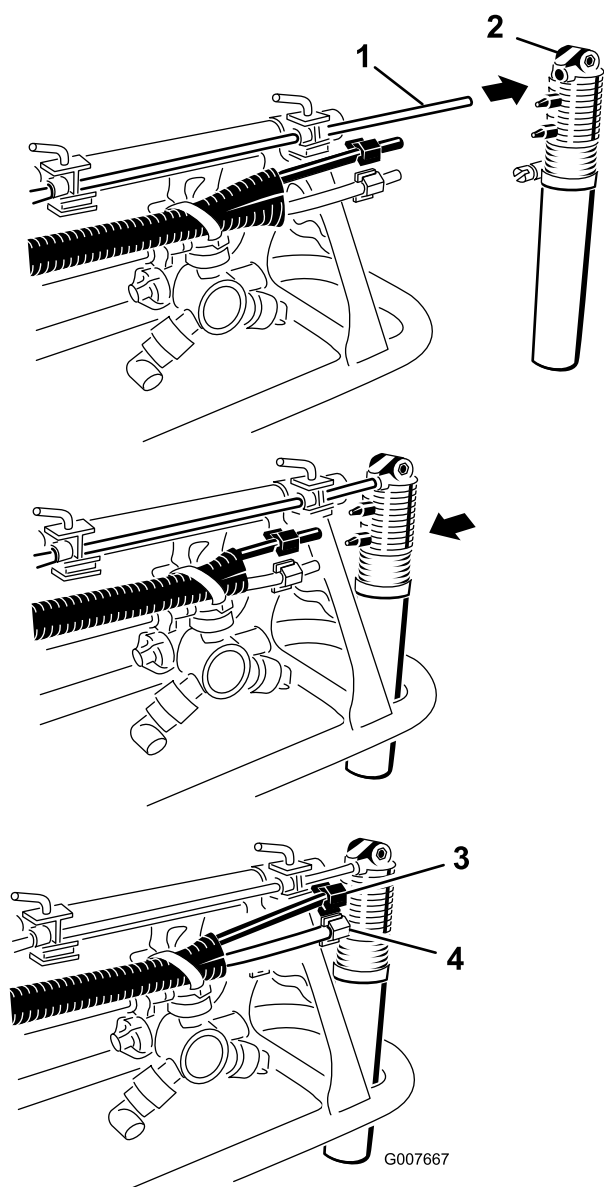

Рисунок 21
1. В комплекте поставки найдите пенные сопла и установите сопло на монтажный стержень, как показано на (Рисунок 21).